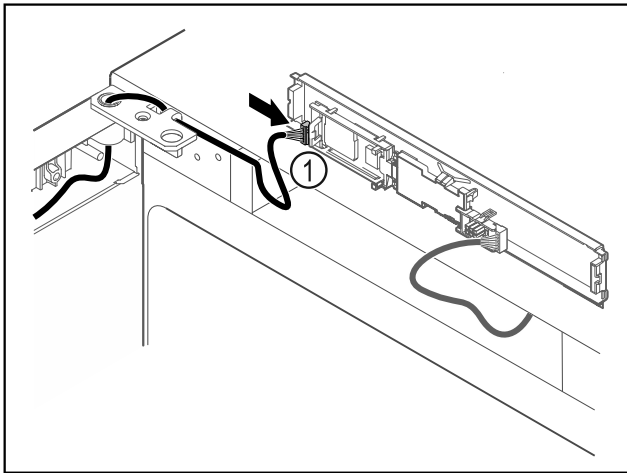

Fig. 65
- ▶ Stekker Fig. 65 (1) in printplaat steken.